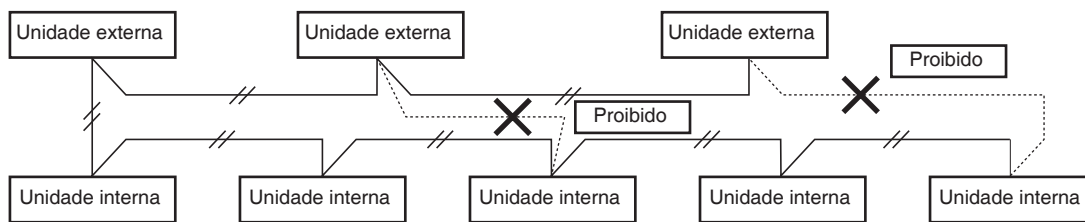

Fig. 4-3
- (1) Ao ligar as unidades em rede, remova o jumper de curto da linha de todas as unidades menos em uma delas. (O equipamento vem de fábrica na condição de curto). Para um sistema sem ligação (sem conexão ou fiação entre unidades externas), não retirar o jumper de curto.
- (2) Não instalar a fiação de controle interunidade de maneira que se forme um laço. (Fig. 4-3)